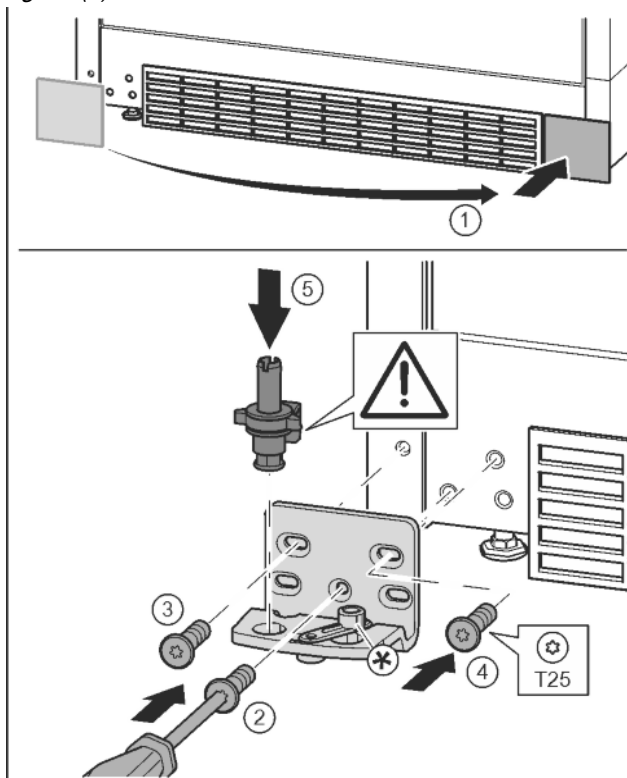

Fig. 17
- Skinite pokrov i postavite ga na drugoj strani. Fig. 17 (1)
- Postavite podložak ležaja na drugoj strani i zavijte pomoću odvijača T25. Započnite s vijkom 2 dolje u sredini. Fig. 17 (2)
- Pritegnite vijak 3 i 4. Fig. 17 (3, 4)
- Kompletno umetnite podložak ležaja. Pri tome pazite da je ispuščenje za blokiranje okrenuto prema otvora. Fig. 17 (5)